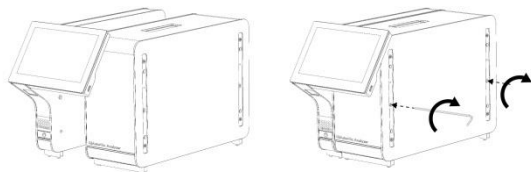

图 3 将操作模块连接到分析模块。
3. 将操作模块从包装箱中取出，然后将其连接到分析模块的左侧。使用 QIAstat-Dx Analyzer 1.0 自带的分析-操作模块装配工具拧紧螺丝（图 3）。